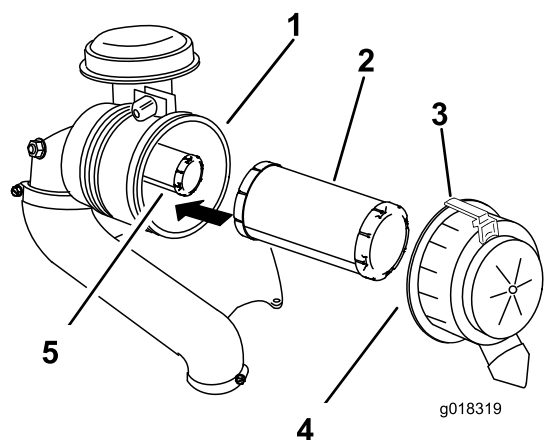

Figura 44
2. Puxe o trinco para fora e rode a cobertura do filtro de ar no sentido contrário ao dos ponteiros do relógio (Figura 44).
3. Retire a cobertura do filtro de ar da estrutura do filtro de ar (Figura 44).
5. Deslize suavemente o filtro principal para fora da estrutura do filtro (Figura 44).
2. Deslize cuidadosamente o filtro de segurança para o corpo do filtro (Figura 44).
3. Deslize cuidadosamente o filtro principal sobre o filtro de segurança (Figura 44).
5. Instale a cobertura do filtro de ar com o lado indicado como UP virado para cima e prenda o trinco (Figura 44).